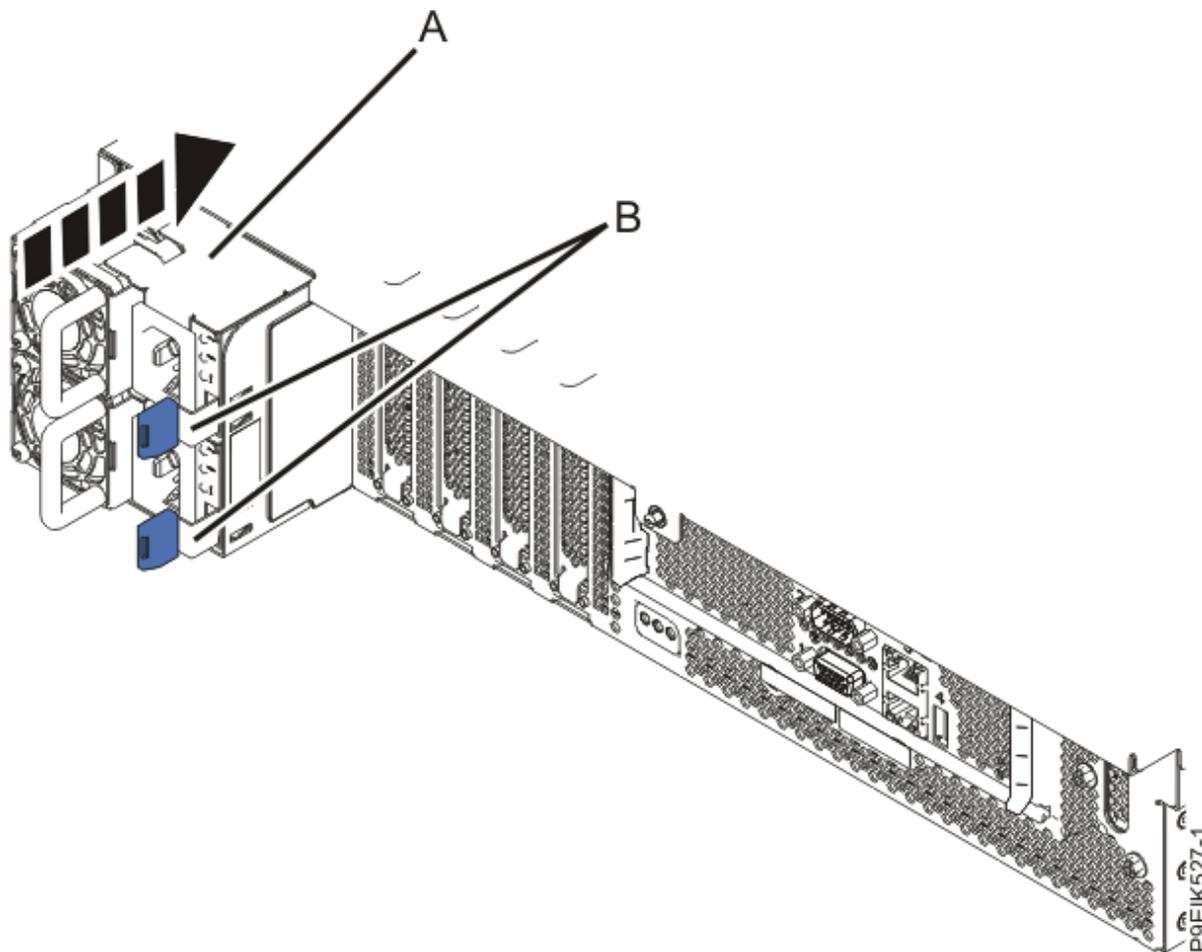

図 194. システムの電源装置の取り替え
4. 223 ページの図 194 に示すように、電源装置を再取り付けします。